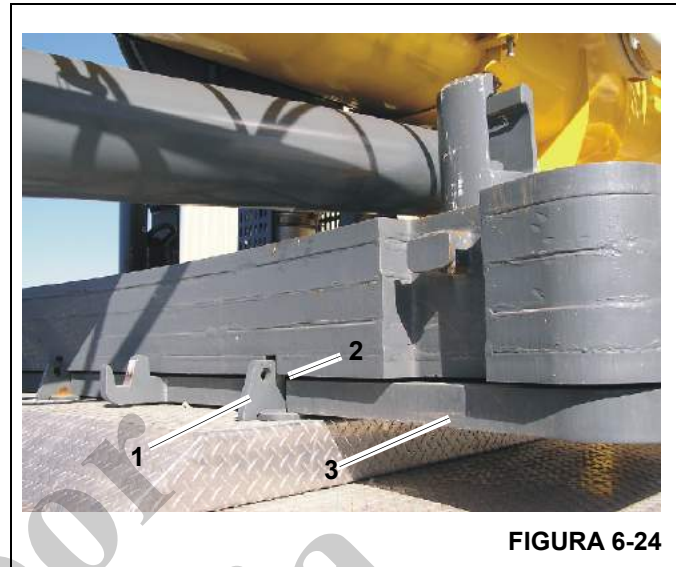

FIGURA 6-24
Hay cuatro escuadras de retención en la plataforma de contrapeso (1), (Figura 6-24), que colocan la placa de bandeja de 3000 lb (3), (Figura 6-24), en la posición correcta para aparejar y para una conducción segura.
2. Coloque la placa de bandeja de 3000 lb (3), (Figura 6-24), de forma que las cuatro escuadras de retención (1), (Figura 6-24), se encajen en las cuatro muescas (2), (Figura 6-24).